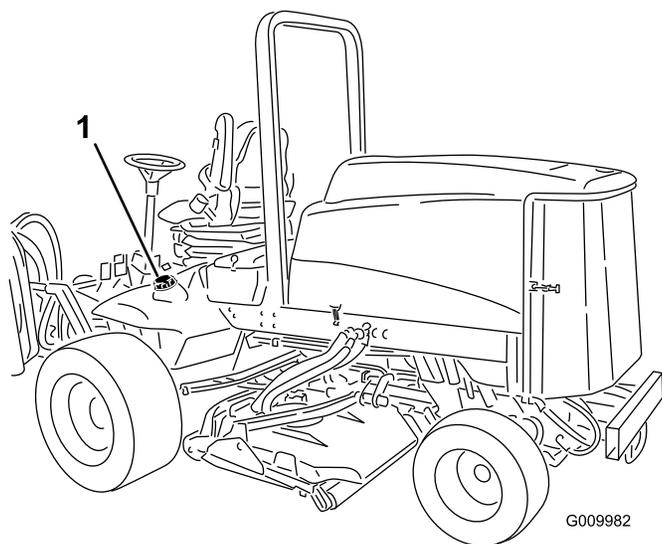

Figura 18
1. Retire el tapón del depósito de combustible (Figura 18).